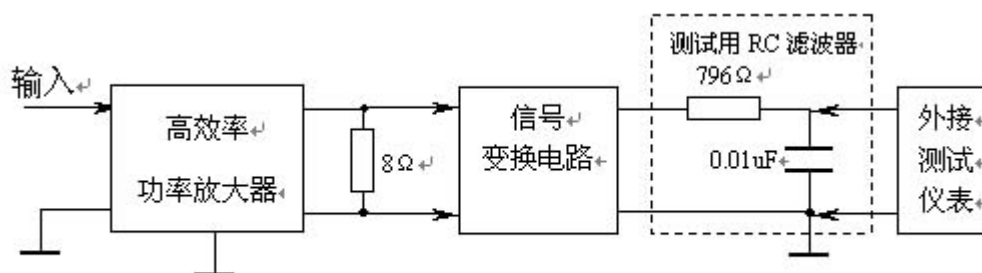

图 1
(2) 设计并制作一个放大倍数为 1 的信号变换电路，将功率放大器双端输出的信号转换为单端输出，经 RC 滤波供外接测试仪表用，如图 1 所示。图 1 中，高效率功率放大器组成框图可参见本题第四项“说明”。
(3) 设计并制作一个测量放大器输出功率的装置，要求具有 3 位数字显示，精度优于 5%。